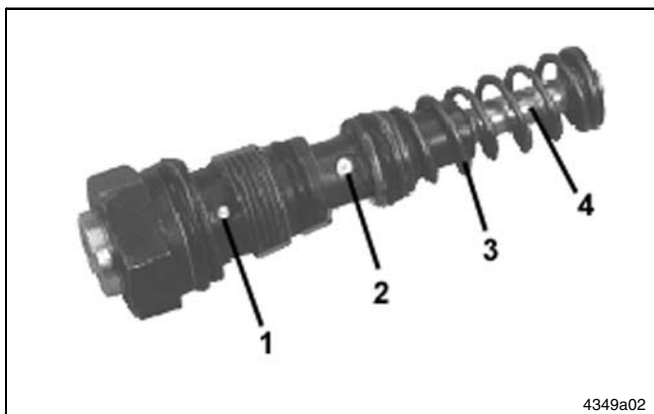

Fig. 5 Élément de pompe
Pendant le temps de travail, le piston (fig. 5, pos. 4) aspire le lubrifiant dans la cartouche par l'intermédiaire de l'alésage d'aspiration (fig. 5, pos. 2) et le transporte au point de lubrification raccordé via l'alésage (fig. 5, pos. 1). Un clapet anti-retour intégré empêche le retour du lubrifiant vers la cartouche.